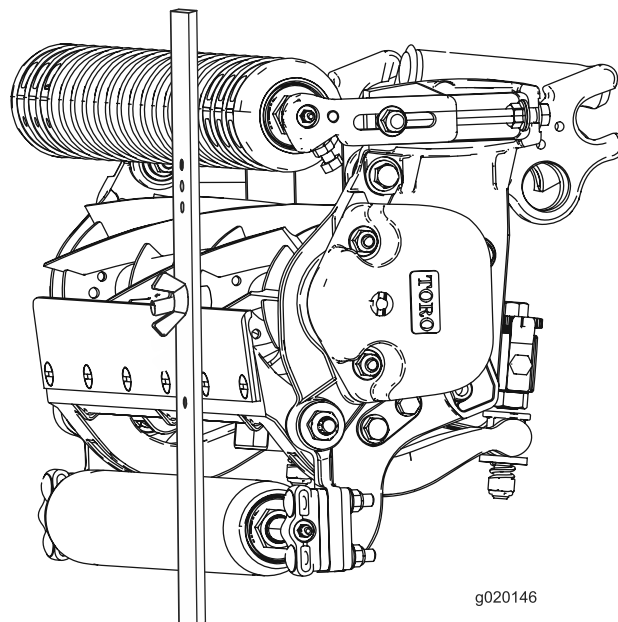

图18
3. 将螺丝头钩在底刀的刀刃上，并将调刀尺的后端放到后滚筒上（图18）。
4. 旋转调节螺丝，直到前滚筒接触到调刀尺(图18)。 调节滚筒的两端，直到整个滚筒与底刀平行。